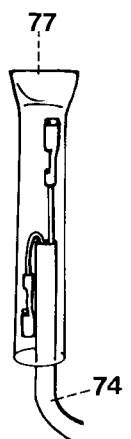

Fig. 29b
- **Achtung:** Über die zwei Motorkabel 74 muß ein Isolationsschlauch 77 geschoben werden (siehe Abb. 29b). (Vorsicht 220 V, Lebensgefahr und Kurzschlußgefahr).
- **Important:** Push an insulating tube 77 over the two motor wires 74 (Fig. 29b), but use extreme caution: 220 V, danger of short circuits and fatal electric shocks.
- Pull the insulating tube from motor cord 74 (Fig. 29b).
- **Important!:** Une gaine isolante 77 est à passer sur les deux câbles 74 du moteur (fig. 29b). **Attention! 220 V – Danger de mort et de court-circuit!**